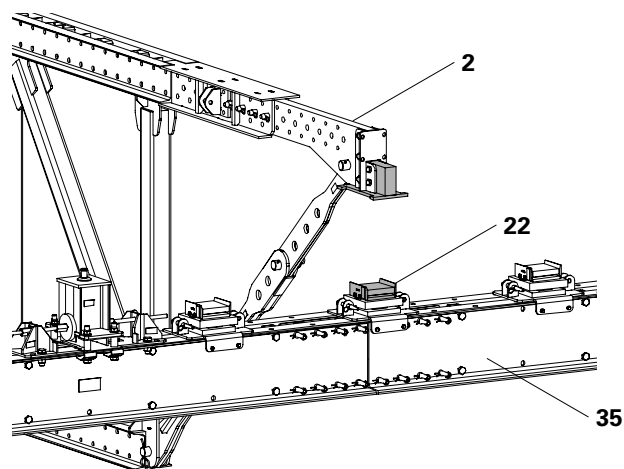

Fig. B2.02
5. Abbassare lentamente la trave singola e depositare i telai di appoggio (2) sui supporti longitudinali (22). (Fig. B2.02)